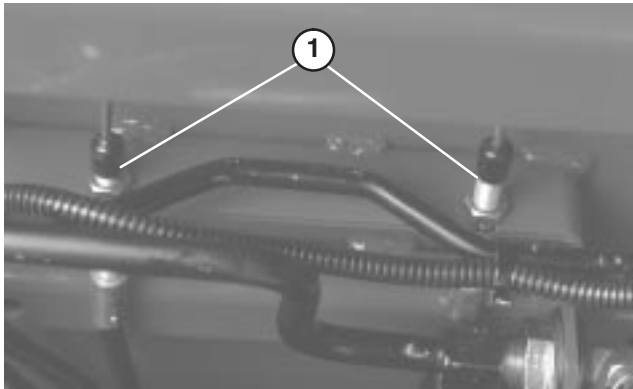

Figure 63
2. Pour réduire la garde aux pédales de frein, serrez les freins en desserrant l'écrou avant sur l'extrémité filetée du câble de frein (Fig. 63). Serrez ensuite l'écrou arrière pour ramener le câble en arrière jusqu'à obtenir une garde aux pédales de frein de 13 à 25 mm. Resserrez les écrous avant une fois que les freins sont réglés correctement.